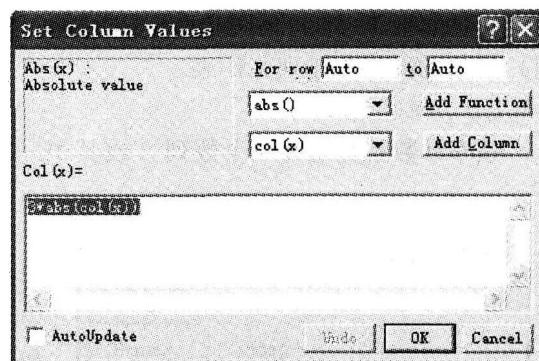

图 1-7 数列变换对话框
(4) 键入 “* 3”，这时 “col (x) =” 文本框的内容为 “abs (col (x)) * 3”，结果如图 1-7 所示。
(5) 单击 “OK” 按钮完成设置。